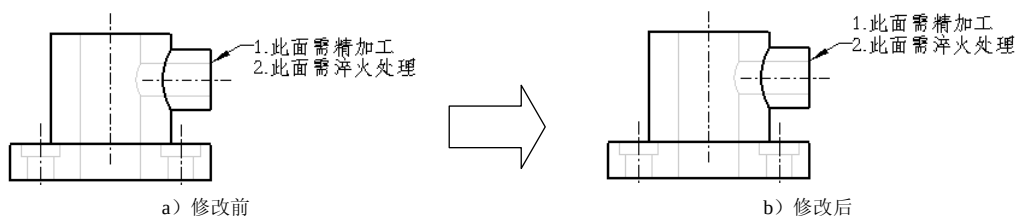
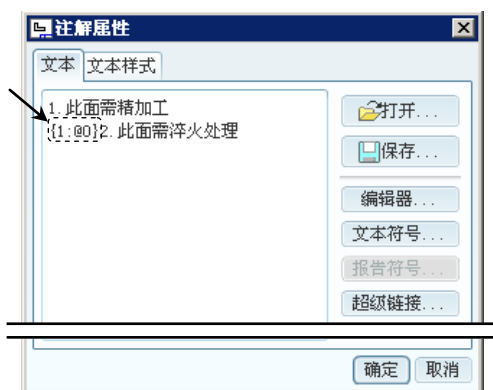
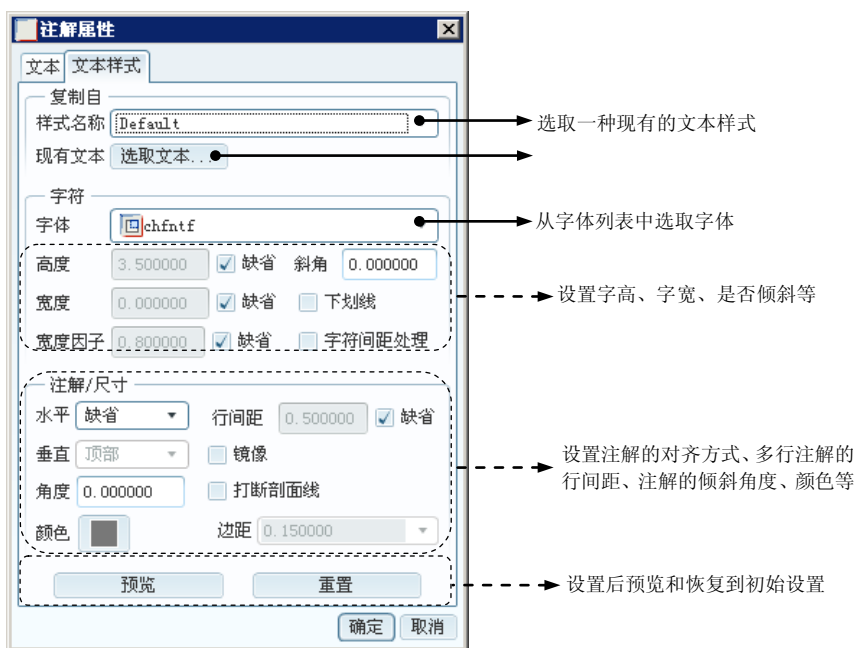

图 5.3.28 修改指引行数
图 5.3.29 “注解属性”对话框
图 5.3.37 “文本样式”选项卡
- 还可以通过在文本框或记事本中添加特定的符号来改变引线所指引到的文本行,在创建完多行注解后,系统默认将指引线指引到注解文本的第一行,如果要将指引线指引到其他行,可以在文本框或记事本中需指引到的那一行之前添加文本“@O”,即如果要作图 5.3.28 所示的修改,可以在文本行中添加图 5.3.29 所示的文本。
说明:图 5.3.28 所示的工程图文件位于 D:\proewf5.7\work\ch05.03.04 中,文件名依次为 base_drw_02.drw 和 base_drw_03.drw,供读者参考。
(9) 选择 **属性(B)** 命令后, 系统弹出“注解属性”对话框, 在该对话框中对注解进行编辑, “注解属性”对话框有 **文本** 和 **文本样式** 两个选项卡, **文本** 选项卡如图 5.3.29 所示, 在 **文本** 选项卡中主要作文本内容的修改, 这在前面已做过介绍; **文本样式** 选项卡如图 5.3.37 所示, 在其中的 **复制自**、**字符** 和 **注解/尺寸** 三个区域中作相应的设置来改变注解文本的文本样式。